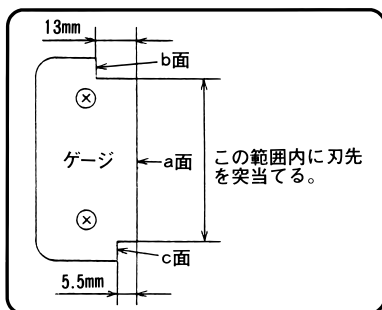

図 15
- (2) 刃物の研磨しようとする面を上側に向け、刃物を刃物台と刃物押え板の間にはさみ込みます。
(3) 刃物の両端近くの刃物台に付属のゲージをセットします。
- 注** • 刃物の種類により刃先を当てる位置が異なりますので図15を参照してセットしてください。